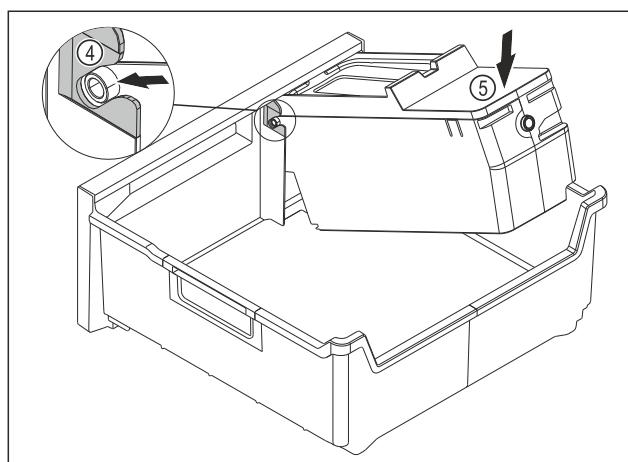

Fig. 149
- Встановіть корпус EasyTwist-Ice: Вставте осі корпусу EasyTwist-Ice в напрямні Fig. 149 (4).
- Натисніть на корпус EasyTwist-Ice Fig. 149 (5) ззаду вниз.